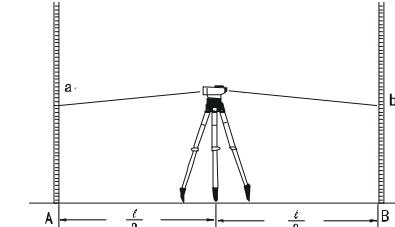

Fig.12
- (1) Fije el instrumento a medio camino entre a y b, el personal a y b serán 30 ~ 40m ausentes, las lecturas son a1, b1 (Fig. 12)